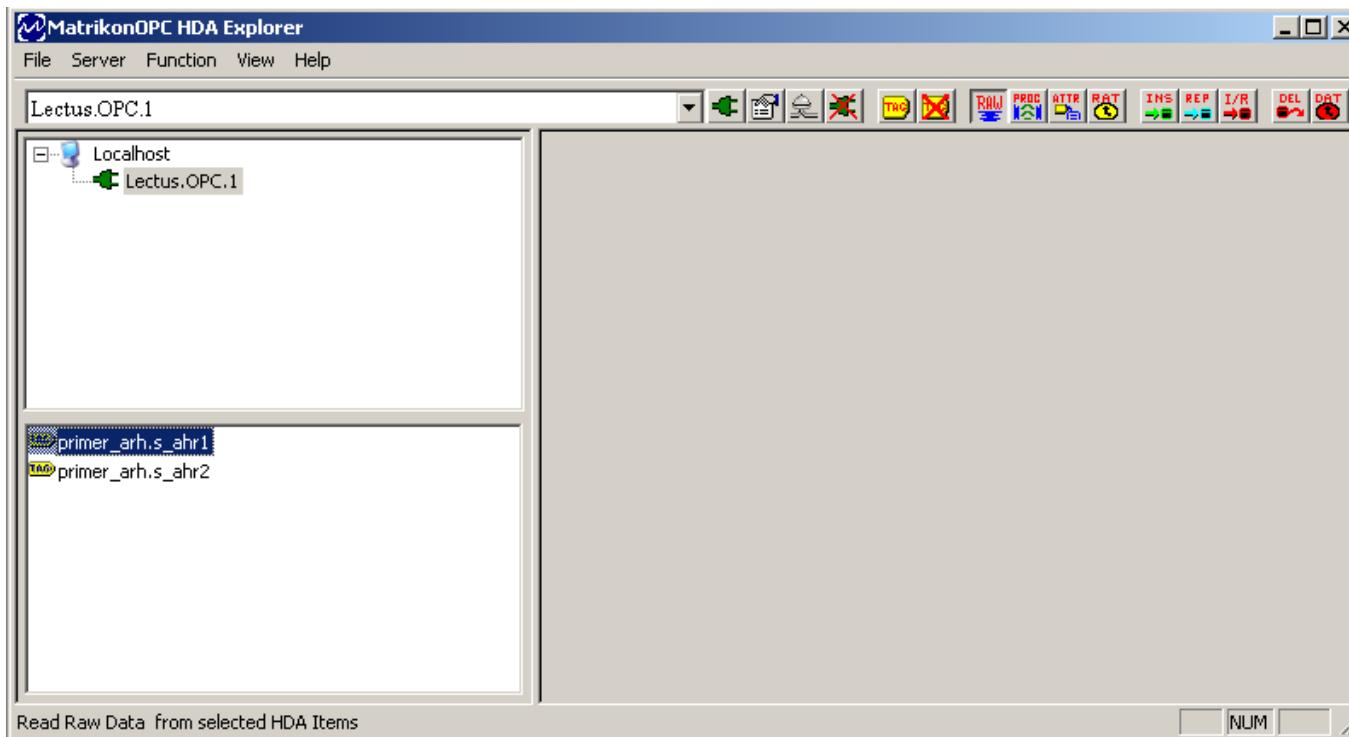

Рисунок 3.5 – Чтение архивируемых переменных в MatrikonOPC HDA Explorer
- 5) Для чтения значений архивируемой переменной выберите её, а затем воспользуйтесь одной из функций чтения в MatrikonOPC HDA Explorer. Например «Read Raw» (Рисунок 3.5);